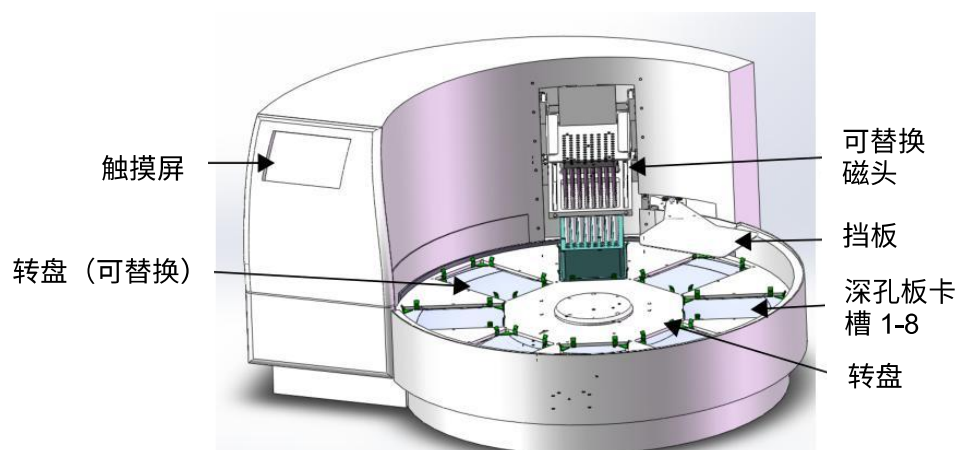
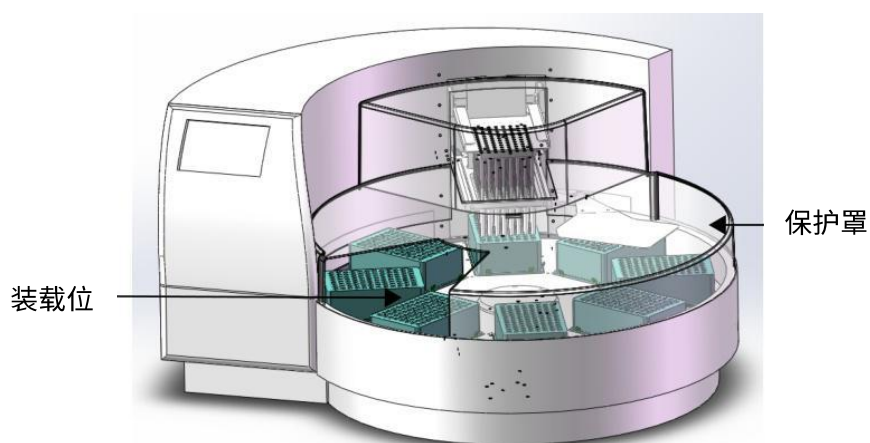

图 2-1. Purifier 96 前视图，无透明罩
图 2-2. Purifier 96 前视图，装载深孔板和保护罩
- 当仪器插入电源时，请不要打开除前门（图 2-2）以外的任何盖子。
**前视图** Purifier 96 的前视图，请见图 2-1 和图 2-2。
Purifier 96 (图 2-1) 有 8 个深孔板板位。磁棒套与深孔板相匹配。在各个步骤中，深孔板保持静止，唯一移动的组件是带有磁棒套和磁棒的磁头。磁头由两个垂直移动的平台组成。一个用于磁棒 (96 根)，另一个用于磁棒套。